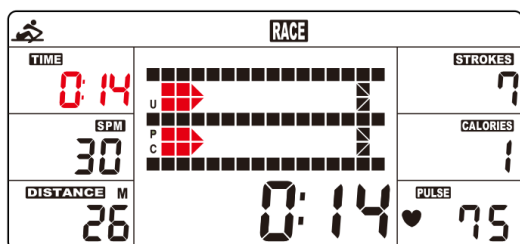
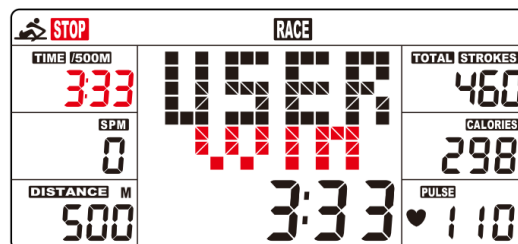

Fig. 5
Fig. 6
- B. Pulse el botón de START (INICIAR) para iniciar y STOP (DETENER) desaparecerá. USER (USUARIO) y PC (COMPUTADORA) se mostrarán en la matriz (Fig. 5). La computadora se detendrá cuando el usuario o la computadora haya alcanzado la distancia de carrera que se estableció. A continuación, la matriz muestra "PC WIN" ("GANA LA PC") o "USER WIN" ("GANA EL USUARIO") (Fig. 6).